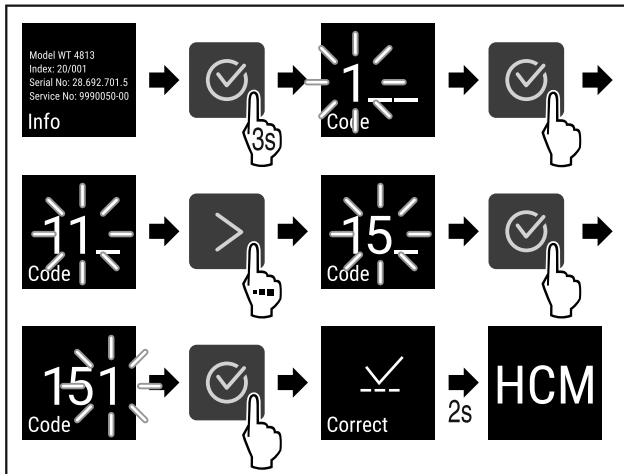

Fig. 61
- ▶ Suivre les étapes (voir Fig. 61) .